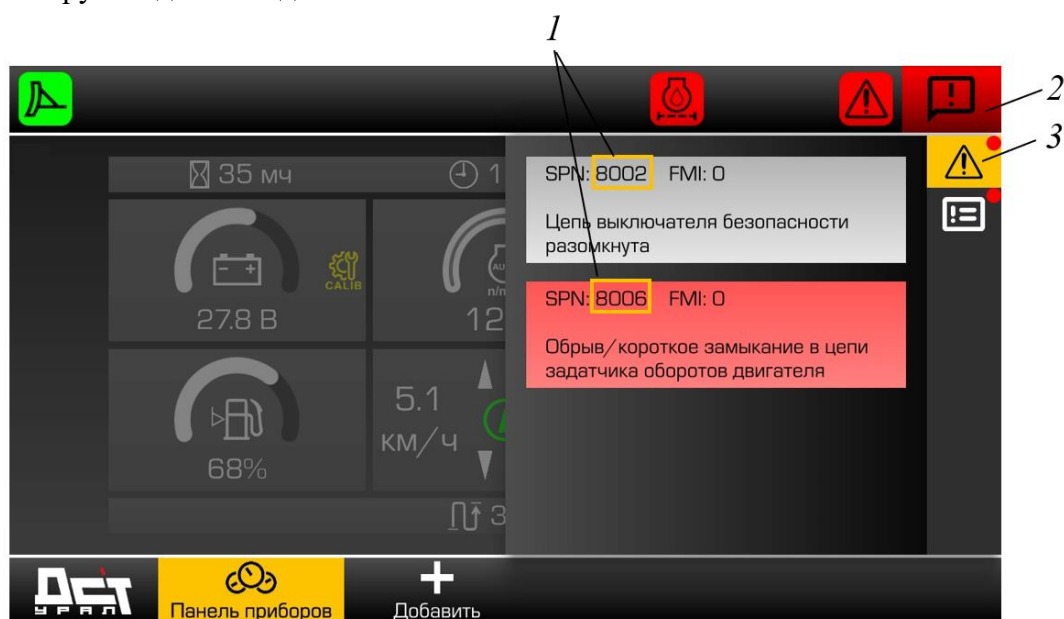

Рисунок 3.10. Сообщения об ошибках
Неисправности, возникающие в процессе работы машины, отображаются на панели уведомлений дисплейного модуля в разделе «Сообщения об ошибках», рис. 3.10.
- Выберите раздел ошибки, нажав кнопку 3, рис. 3.10.
- ▷ В выпадающем окне отобразятся активные ошибки, см. рис. 3.10.